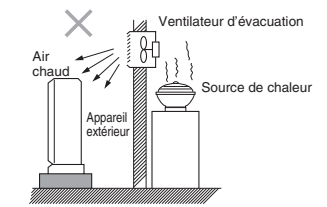

Fig. 2-1
- Les sources de chaleur et extracteurs, etc. (Fig. 2-1)